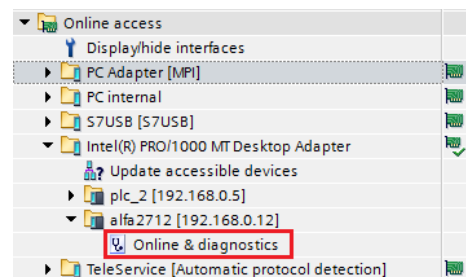

Figura 102 – Acesso aos parâmetros de configuração
3. Selecione o modo “Online & diagnostics” para acessar os parâmetros Figura 102;